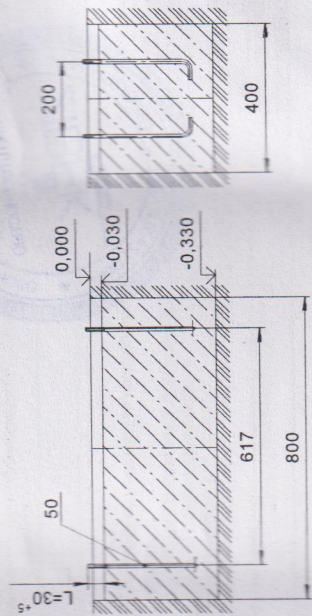

Рис.2
- 12.1.4 Размеры минимального пространства для размещения оборудования и безопасные расстояния от оборудования до поверхности игровой площадки указаны на рис. 2.